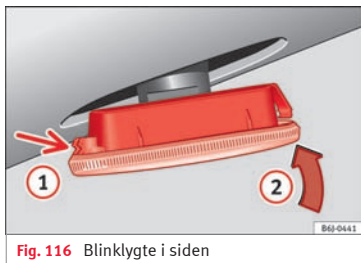

Fig. 116 Blinklygte i siden
perne ① » Fig. 116 ind i udskæringerne i karrosseriet, og tryk den derefter på i pilens retning ② » Fig. 116.